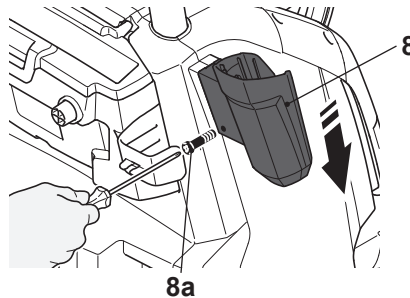

Fig. 1
1. Glisați suportul pistolului de pulverizare (8) pe produs și fixați-l cu șurubul (8a) (Fig. 1).